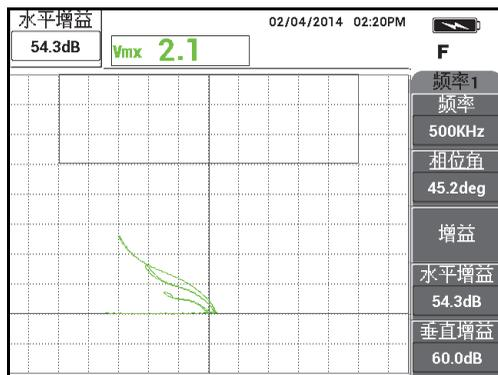

图 5-5 调节水平增益
7. 按两下增益键 (dB)，在屏幕的左上角显示水平增益，然后使用旋钮降低水平增益，直到较大凹槽的信号位于距离十字准线大约 3 个分区的位置 (参见第 120 页的图 5-5)。